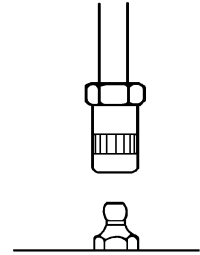

Fig.2
- 2) チャックを相手のニップルに垂直になるようにセットし、少し押すようにしてチャックをニップルに噛み付かせてください。（Fig.2）